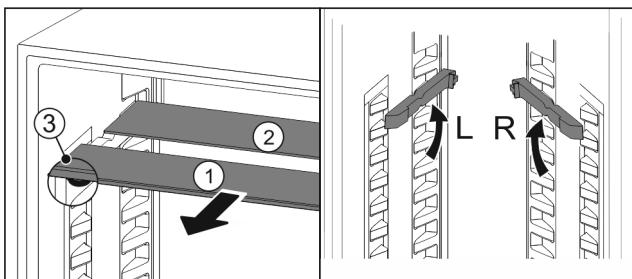

Fig. 30
- По одной извлеките Fig. 30 (1) стеклянные панели движением вперед.
- Стеклянная панель Fig. 30 (1) с декоративной планкой лежит спереди.
- Стопоры Fig. 30 (3) показывают вниз.